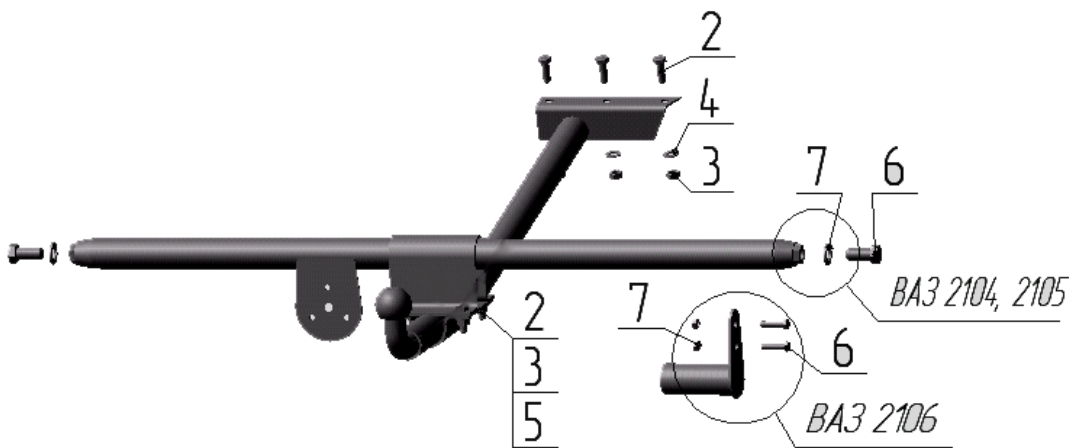

Рисунок 1.
- VAZ 2104, 2105 - к буксировочным проушинам а/м с помощью болтов поз.6 (см. рисунок 1);